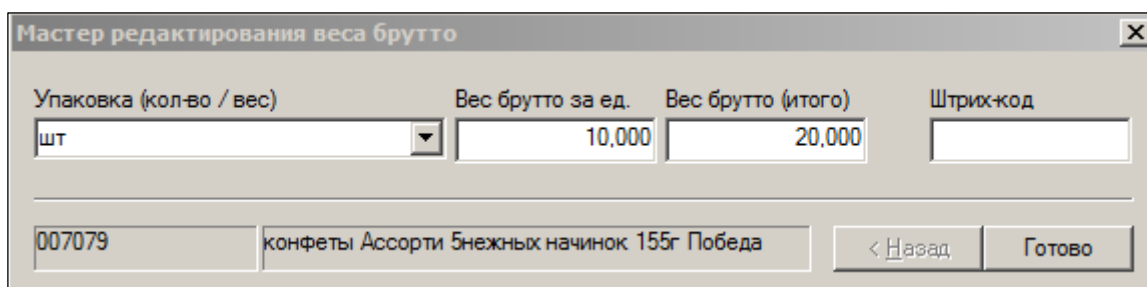

Рисунок 43 – Редактирование веса брутто
- **Вес брутто за уп./ед, Вес брутто, Упаковка** – при щелчке мышью по данным полям открывается окно, позволяющее задать значения этих полей (Рисунок 43):